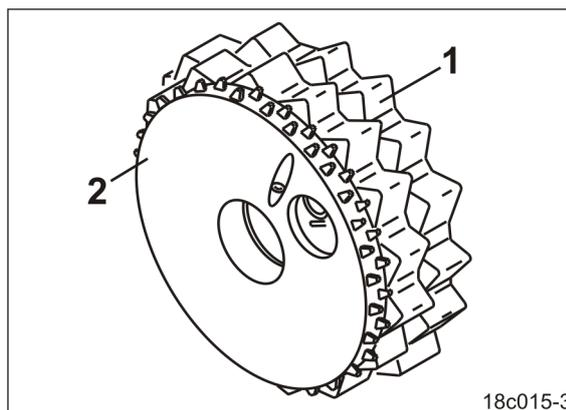

Fig. 40
- Normalsärad (Fig. 40/1) und
- Feinsärad (Fig. 40/2).